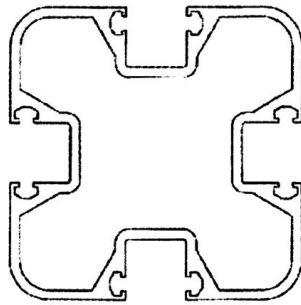

Fig. 1
- fig. 1 przedstawia w widoku z góry wzór przemysłowy profilu, którego zewnętrzny obrys ma w tym widoku kształt zbliżony do kwadratu,